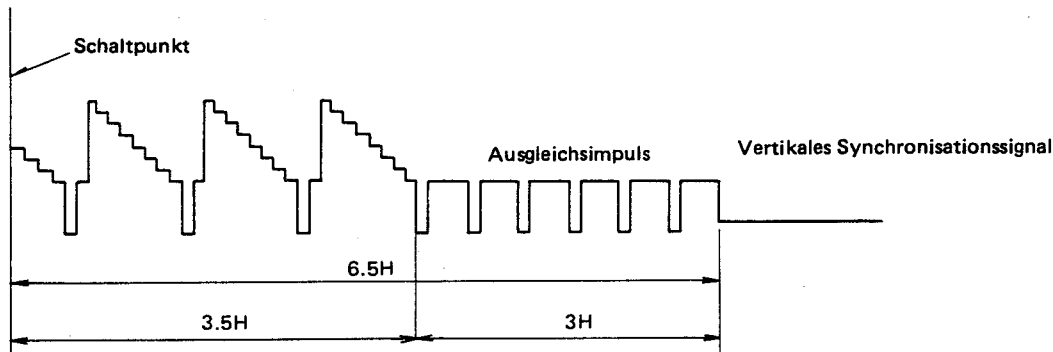

Abb. 3-3
3. VR4A1 so einstellen, daß der Triggerpunkt $6,5 \pm 1H$ vor dem vertikalen Synchronisationssignal liegt (siehe Abb. 3-3). (3,5 sichtbare Zeilen)